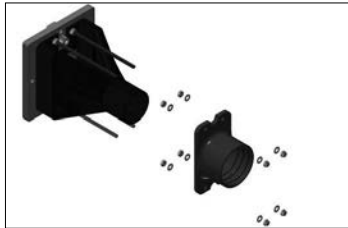

Abb. 90
- » bei Mehrfeldanlagen: An den Mittelstützen ist zuerst der Einlauftrichter mit den Gewindestangen an der Stützenendkappe Oben zu befestigen (Abbildung 90)